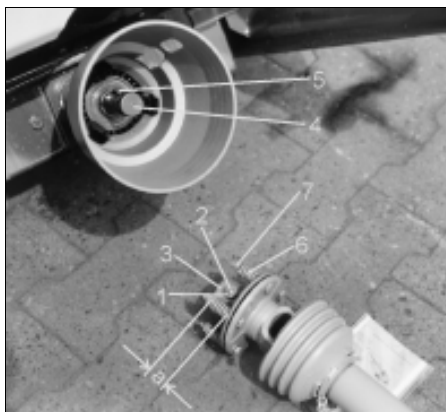

Fig. 42
- Lossa kontramuttern (Fig. 42/1) på slirkopplingens anslutningsgaffel. Skruva ut låsstiftet (Fig. 42/2)
- Avlasta fjädrarna (Fig. 42/6) genom att lossa muttrarna (Fig. 42/7)